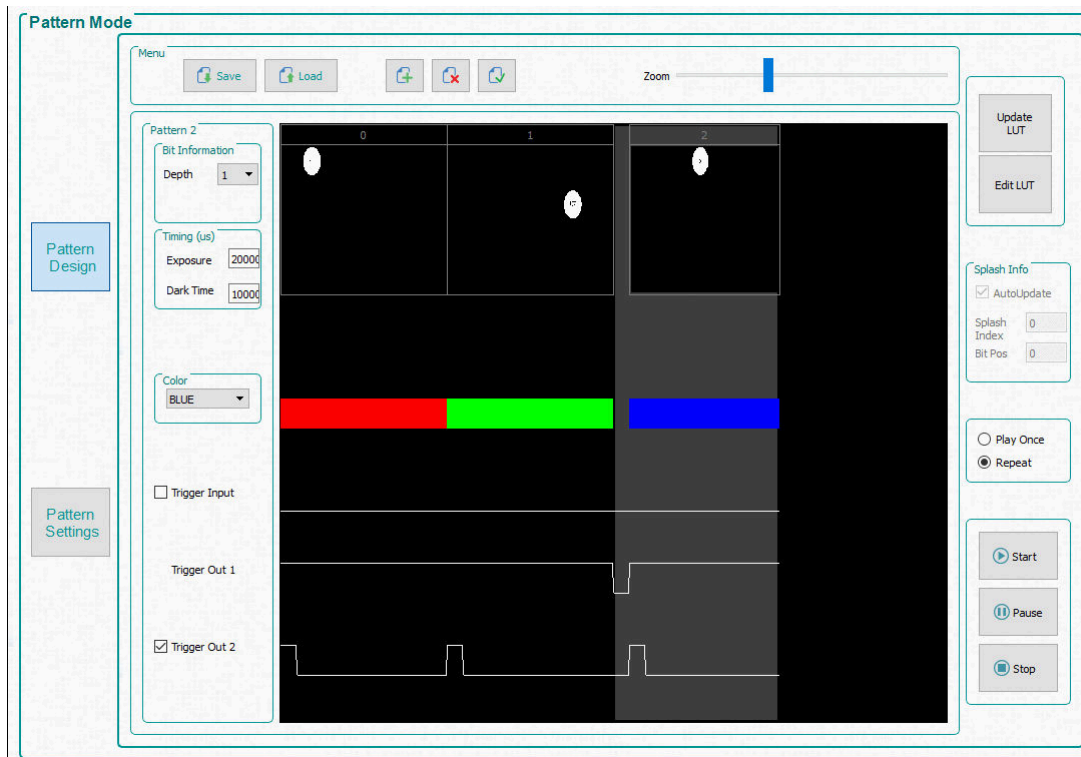

図 3-10. 3 パターンのシーケンス
7. 3 番目のパターンを選択し、ビット深度 1 を選択します。露出を 200000 $\mu$ s に、ダークタイムを 100000 $\mu$ s に設定し、カラーの「青色」を選択します。パターン シーケンスを、図 3-10 に示します。[Zoom] バーを使用して拡大と縮小を行います。これは、多くのパターンがパネルにロードされているときに便利です。